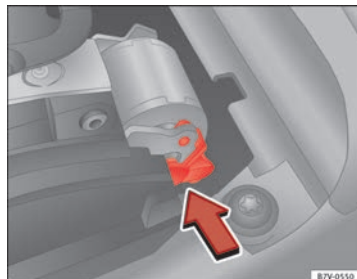

Fig. 198 Sbloccaggio d'emergenza del blocco della leva selettoria.
- Spingere la leva di sblocco ⇒ fig. 198 nella direzione indicata dalla freccia e tenerla in posizione.